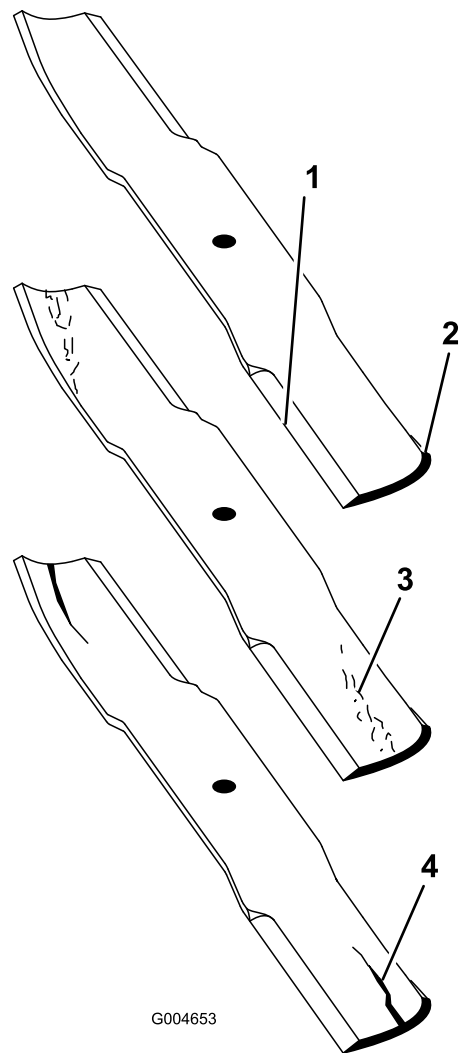

图 76
2. 仔细检查刀片的剪草端特别是刀片平面和曲面交接的部分 (图 76)。
注意 由于沙子和研磨材料可能导致连接刀片平面与曲面的金属磨损请在使用剪草机之前检查刀片。如果看到出现磨损图 76 请更换刀片。